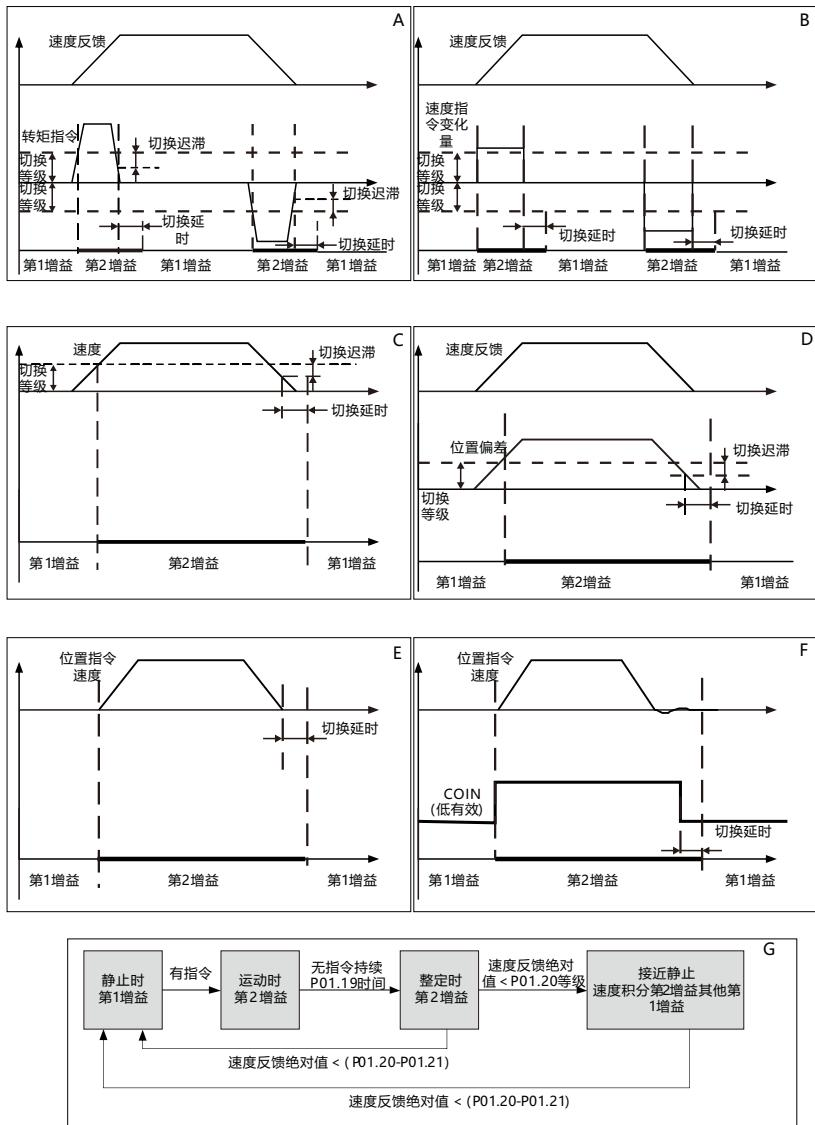

图8.5 各种条件下增益切换时序图
时序图请按编号在图8.5中查看。
3. 当P01.18等于10时，各参数的定义与其他模式有所不同，请仔细对照图8.5中的G图进行理解。